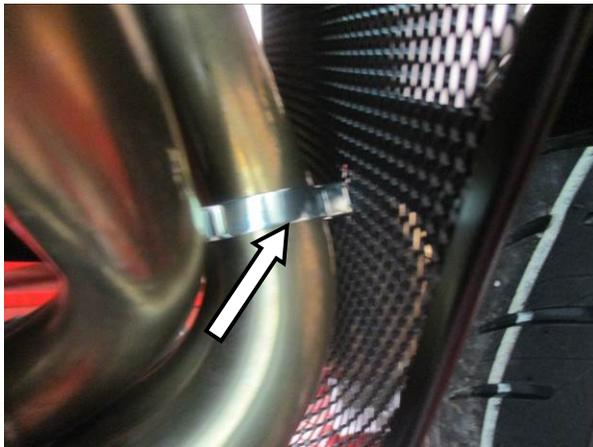

Abbildung 1
- Das Krümmerschutzgitter vorsichtig nach unten zur abgebildeten Position schieben – siehe Abbildung 1.